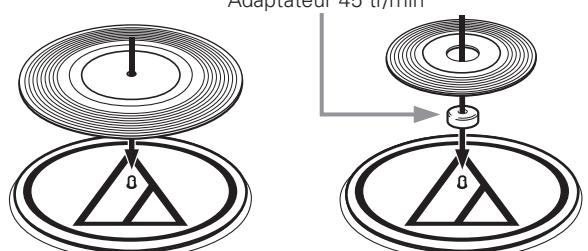

Figure 5
2. Placez un disque sur le plateau. Si nécessaire, utilisez l'adaptateur 45 tr/min (fig. 5).